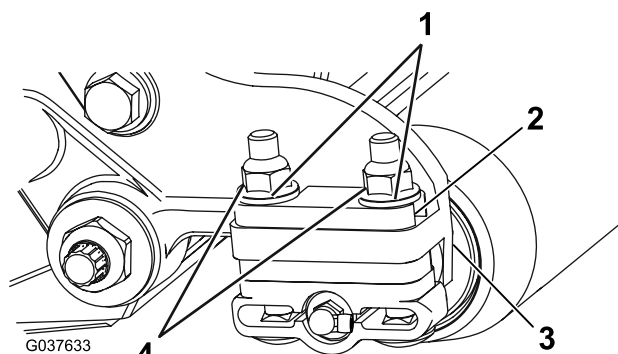

Figure 4
9. Retirez les 2 contre-écrous à embase et rondelles qui fixent chaque support de rouleau aux plaques latérales (Figure 4).